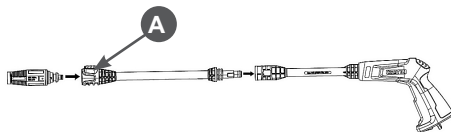

Рис. 3 Установка головки и струйной трубки
4. Установите на струйную трубку головку. Вставьте наконечник головки в отверстие наконечника трубки, при этом кнопка А (Рис. 3) фиксатора наконечника трубки опустится вниз. Поверните головку до совмещения выступа на наконечнике головки и выемки на наконечнике трубки, затем нажмите до щелчка кнопка фиксатора поднимется в верхнее положение. Присоедините струйную трубку к пистолету (вставьте и поверните).